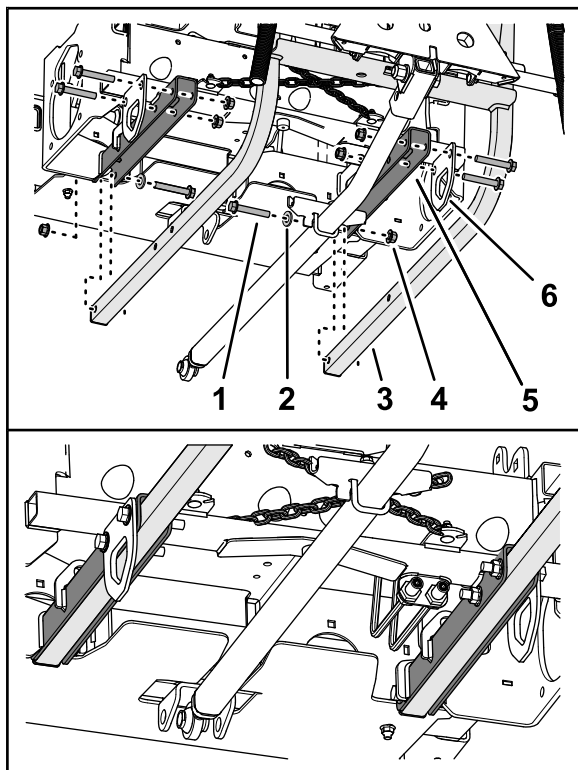

Figure 12
4. Soulevez l'arrière du cadre de levage d'accessoire arrière pour aligner les trous des tubes du cadre de levage sur les trous des profilés du cadre arrière (Figure 12).
5. Montez les plaques d'attache à l'extérieur du cadre d'accessoire arrière et placez les rondelles de butée à l'intérieur, comme montré à la Figure 12.